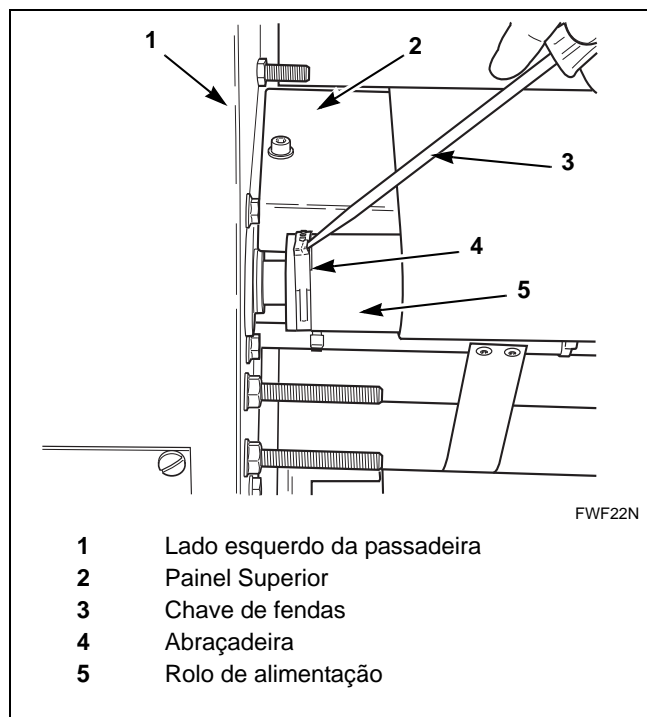

Figura 23
1. Com uma chave de fenda padrão, abra a abraçadeira na extremidade esquerda do rolo de alimentação. Consulte *Figura 23*.